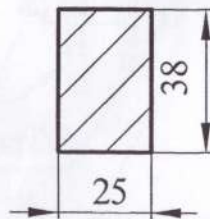

Рис.4
6.6 Выполнить отверстия в удобном для водителя месте для установки переключателей управления ЭСП (см. рис.4).